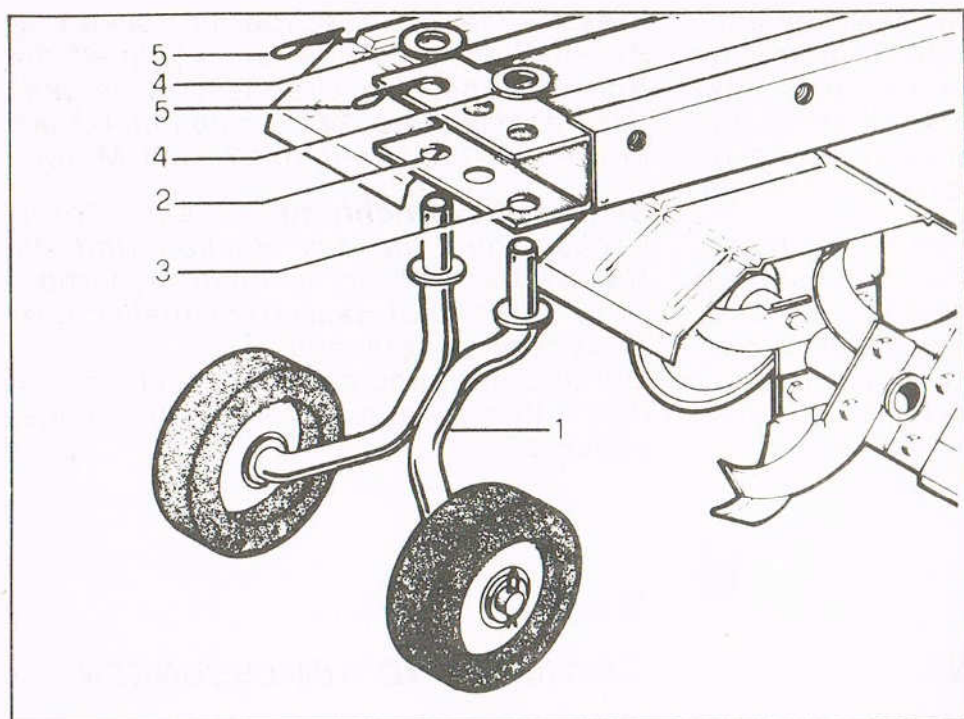

Fig. 3
sul rispettivo supporto. Infilare la parte terminale del supporto (fig. 3, part. 1) nei fori (2) e (3) quindi bloccare tramite le rondelle (4) e spine di sicurezza (5).
*The transfer wheels are already mounted loose on the corresponding support. Insert the support end (1, fig. 3) into holes (2) and (3) and secure through washers (4) and safety pins (5).*
Les roues de transport sont fournies déjà installées sur leur support. Introduire l'extrémité du support (1, fig. 3) dans les trous (2) et (3) et bloquer à l'aide des rondelles (4) et des goupilles (5).
*Die Transporträder werden in montiertem Zustand auf dem diesbezüglichen Stützarm geliefert. Die Endteile des Stützarmes (Bild 3, Detail 1) in die Bohrungen (2) und (3) einführen und durch die Scheiben (5), sowie die Sicherungsstifte (4) festklemmen.*